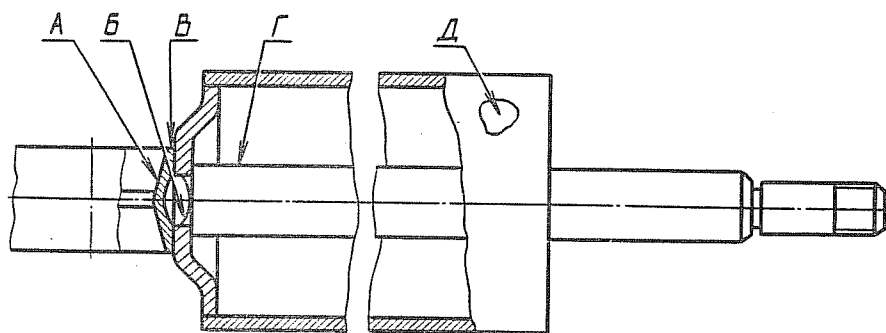

Рис. 182. Шток с проушиной и кожухом в сборе
2.3. Шток с проушиной и кожухом в сборе (рис. 182)